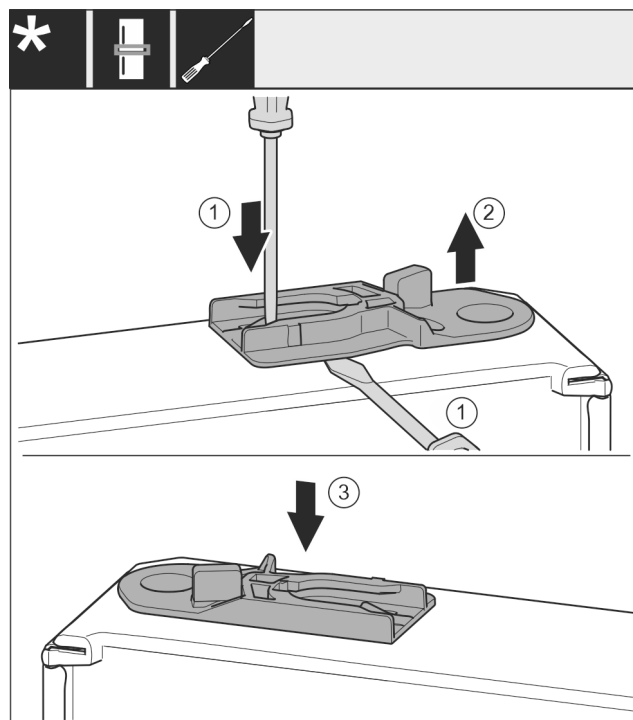

Fig. 38
- Führungsbuchse herausziehen: Lasche mit Schlitzschraubendreher drücken und gleichzeitig mit Schlitzschraubendreher unter Führungsbuchse fahren. *Fig. 38 (1, 2)*
- Im Lieferumfang beiliegende Führungsbuchse auf anderer Gehäusesseite einschieben. *Fig. 38 (3)*